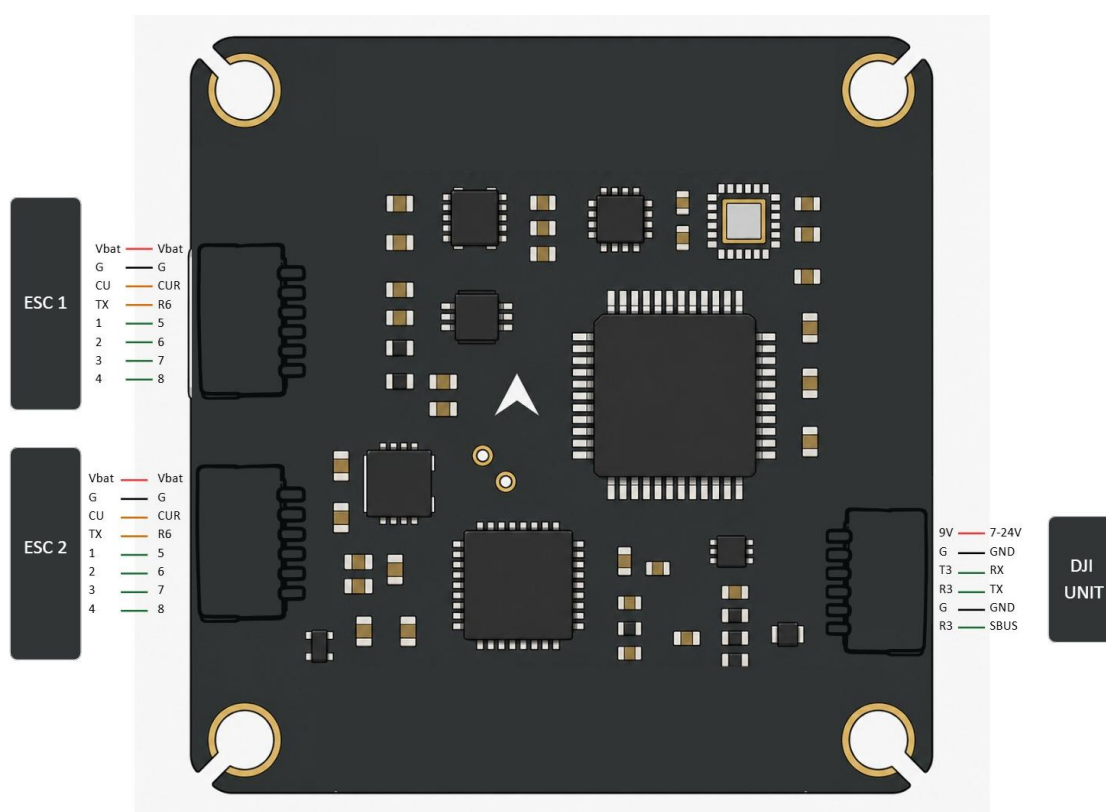

Fig.3. Schema di cablaggio (connettori ESC e DJI Air Unit)
- Collegamento ESC: Utilizzare i connettori ESC 1 ed ESC 2 (a 8 pin, vedere Fig. 3) per collegare fino a due ESC 4 in 1. Ogni connettore trasporta la tensione della batteria (Vbat), la massa (G), il segnale del sensore di corrente (CU), la telemetria (TX) e quattro segnali motore (1-4).
- UART 6 (Telemetria ESC): La telemetria ESC (TX) dai connettori ESC viene ricevuta su R6 (vedere Fig. 3).
- Connettore DJI UNIT: Collegare la DJI Air Unit al connettore DJI UNIT a 6 pin (vedere Fig. 3): 9V a 7-24V, G a GND, T3 a RX, R3 a TX, G a GND, R3 a SBUS.